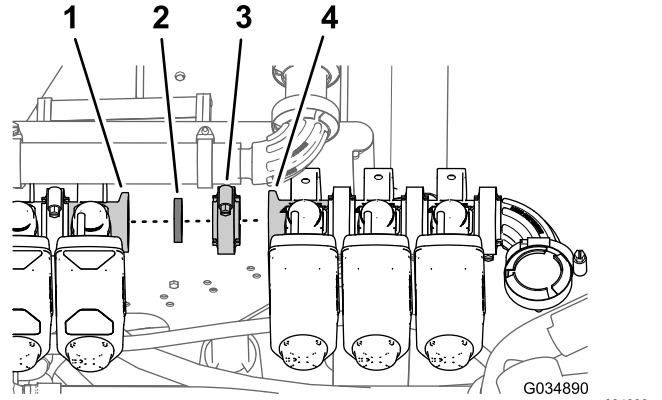

图 65
1. 将垫片和左喷洒臂段阀标记为喷嘴阀 8 的法兰与喷嘴阀 7 的法兰对齐 图 65。
2. 用法兰夹具将垫片和喷嘴阀 8 松松固定到喷嘴阀 7 上 图 65。